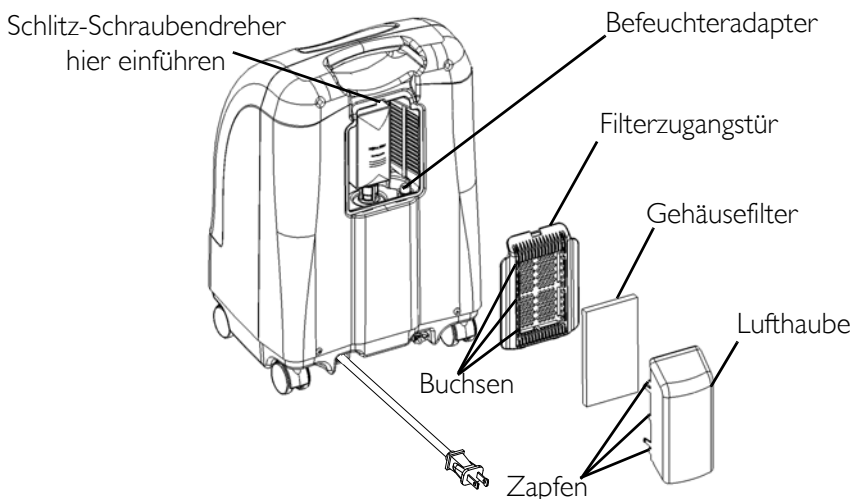
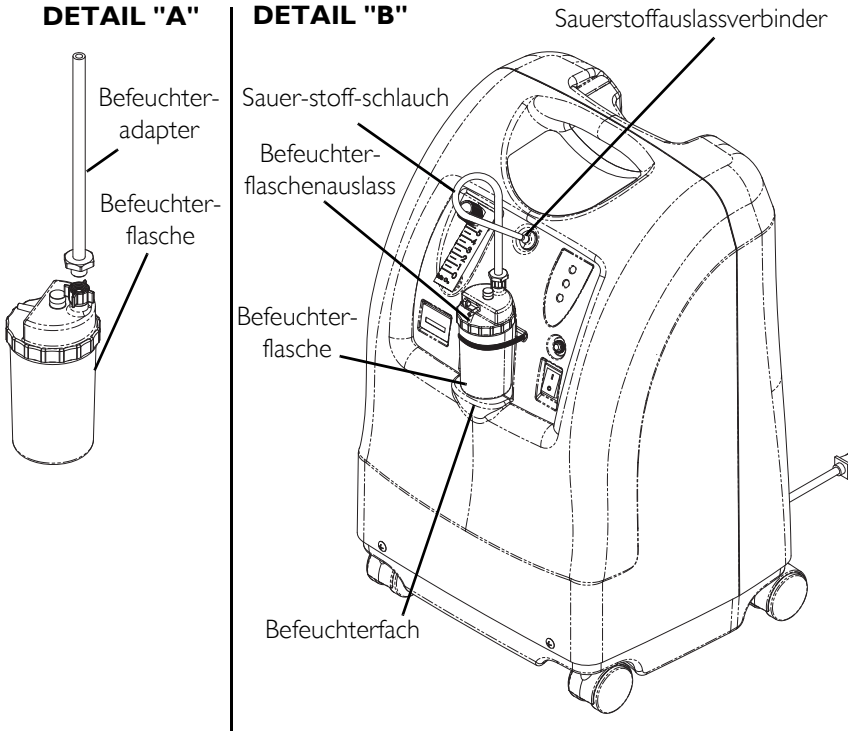

ABBILDUNG 6.2 Befeuchteradapter
ABBILDUNG 6.3 Befeuchterfach
*HINWEIS: Nähere Angaben zu diesem Verfahren finden Sie in **ABBILDUNG 6.1**, **ABBILDUNG 6.2** auf Seite 125 und **ABBILDUNG 6.3** auf Seite 127.*
- Einen Schraubendreher in den Öffnungsschlitz am oberen Rand der Filterzugangstür stecken und die Filterzugangstür behutsam aufhebeln (ABBILDUNG 6.2).
- Befeuchter-Adapterschlauch nach oben ziehen und entnehmen (ABBILDUNG 6.2).
6. Befeuchteradapter durch Drehen der Flügelmutter an der Befeuchterflasche im Uhrzeigersinn an die Befeuchterflasche anbringen, bis dieser fest sitzt. Siehe Detail "A" von ABBILDUNG 6.3.
- Beim Einsetzen der Befeuchterflasche/-adaptereinheit ins Befeuchterfach im Konzentrator den Schlauch der Befeuchterflasche/-adaptereinheit an den Sauerstoffauslassverbinder am Konzentrator anschließen. Siehe Detail „B“ in ABBILDUNG 6.3.
8. Den an der Nasenkanüle angeschlossenen Patientenversorgungsschlauch am Auslass der Befeuchterflasche anbringen. Siehe Detail „B“ in ABBILDUNG 6.3.